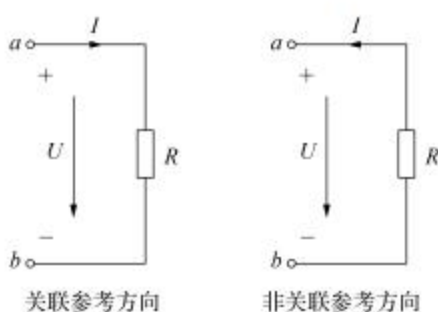

图 1-5 电压的方向及关联参考方向
在一段电路分析中,任意选定一点的极性为“+”,另一点的极性为“-”,这样任意选定某一方向作为电压的正方向,也称参考方向。在选定参考方向下,电压的参考方向与实际方向一致时,电压为正($U > 0$);电压的参考方向与实际方向相反时,电压为负($U < 0$)。如图 1-5 所示。电压的参考方向可用箭头表示,也可用正(+)、负(-)极性表示。电压的实际方向是客观存在的,不会因电压的参考方向不同而改变。
① 电流、电压的参考方向可以任意选定。电流的参考方向用箭头表示;电压的参考方向除用极性“+”、“-”外,还用双下标或箭头表示。但一经选定,在电路分析计算过程中这些参考方向就不允许再改变。
② 计算电路时,要首先标出参考方向再进行计算,在电路图中所标电压、电流、电动势的方向,一般均为参考方向,而不是指实际方向。
③ 一般地讲,同一段电路的电流和电压的参考方向可以各自选定。但为了分析方便,对于电路中的一个元器件,常选定该元件的电流参考方向与电压参考方向一致,称为关联参考方向;如果选定电流参考方向与电压参考方向相反,称为非关联参考方向,如图 1-5 所示。对于某个元件来说,关联参考方向就是电流从元件的高电位流向低电位,或者说顺电流方向电位是降低的。